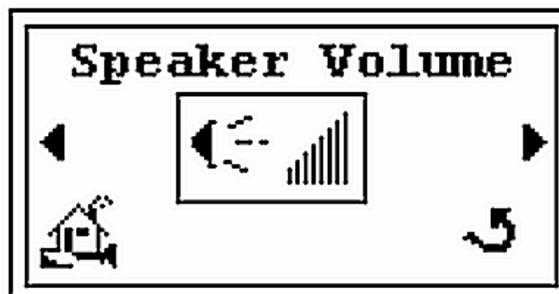

Abbildung 2-4 Bildschirm für die Einstellung der Lautstärke
und **Enter** drücken, worauf der *Lautstärke-* Einstellungs-Bildschirm erscheint ((Abbildung 2-4).
4. Durch Drücken von **Enter** erscheint wieder Abbildung 2-4 .
und **Enter** drücken, worauf der *Lautstärke-* Einstellungs-Bildschirm erscheint (Abbildung 2-4).